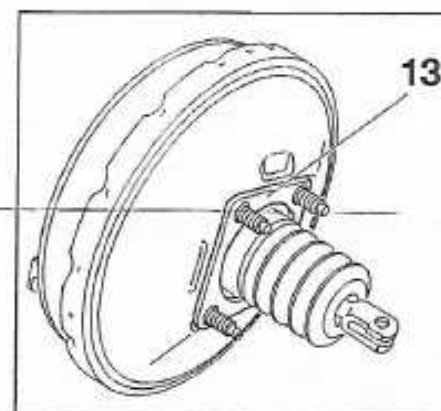

FIGURA 7-12
Para el montaje proceder en orden inverso y pegar una junta nueva (13) sobre el servofreno (figura 7-12).